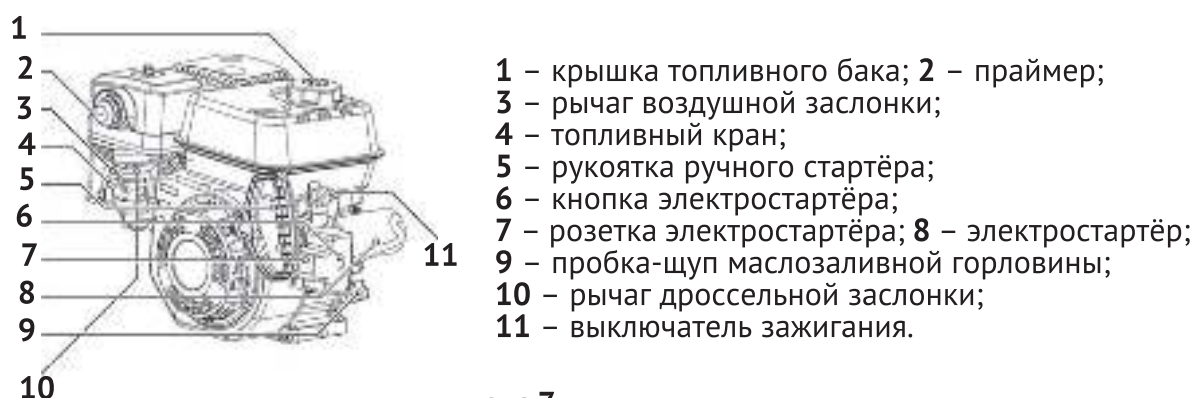

рис.7
- перевести выключатель зажигания (рис.7 поз.11) в положение «ON»;
- открыть топливный кран (рис.7 поз.4) – крайнее правое положение;
- перевести рычаг управления воздушной заслонкой (рис.7 поз.3) в крайнее левое положение «закрыто» при пуске холодного двигателя (для прогретого двигателя рычаг устанавливается в промежуточном положении);
- установить рычаг регулировки дроссельной заслонкой (рис.7 поз.10) в положение между «минимально» и «максимально»;
- медленно потяните за рукоятку стартера (рис.7 поз.5) до появления сопротивления, а затем резким движением вытяните трос на всю длину. Повторите действие ещё раз, если двигатель не завёлся;
После прогрева двигателя в течение 10-40 секунд (в зависимости от начальной температуры), перевести рычаг воздушной заслонки (рис.7 поз.3) в крайнее правое положение «открыто», а рычаг регулировки дроссельной заслонкой (рис.7 поз.10) в крайнее левое положение «минимально».
- установить рычаг регулировки дроссельной заслонкой (рис.7 поз.10) в положение
- если температура не превышает - 10°C, то может понадобиться дополнительная подача топлива, для этого 2 – 3 раза нажмите на праймер (рис.7 поз.2).
- подсоедините электрический стартер (рис.7 поз.8) к сети питания;
- нажмите кнопку электрического стартера (рис.7 поз.6) и удерживайте её нажатой некоторое время (не более 5-ти секунд) пока двигатель не запустится;